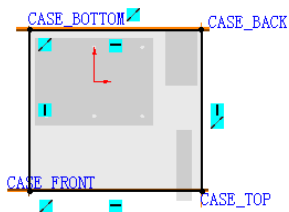

图 17.4.12 截面草图
Step2. 完成上步操作后, 系统将自动选择“草图绘制”命令。选择 CASE_LEFT 为草图平面, 绘制图 17.4.12 所示的草图。